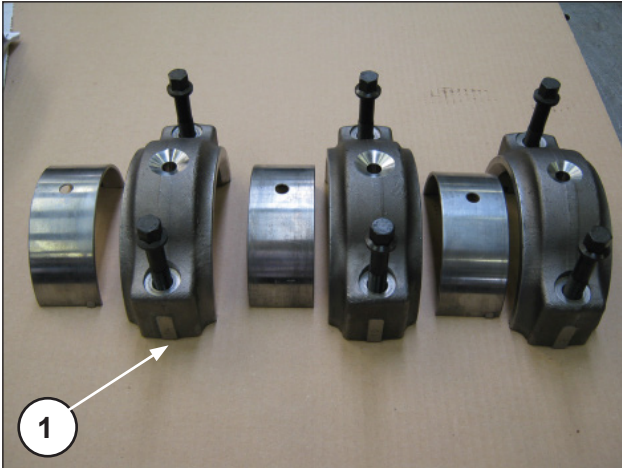
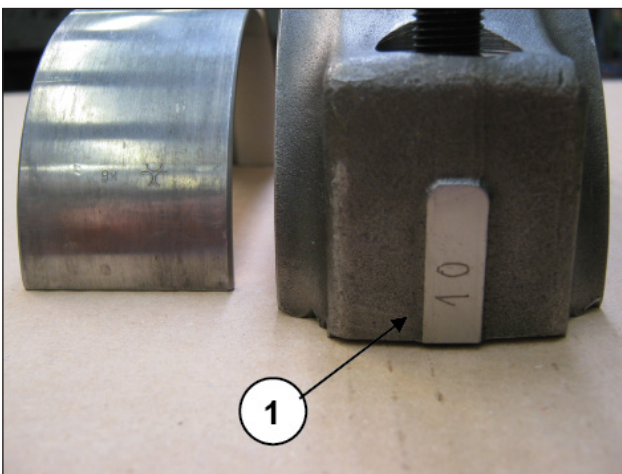

Abb. 41
Abb. 42
Paaren Sie die Pleuelhälften mit den vorab ausgebauten Pleueldeckeln unter Berücksichtigung der Nummerierung (Pos. ①, Abb. 41 und Abb. 42).